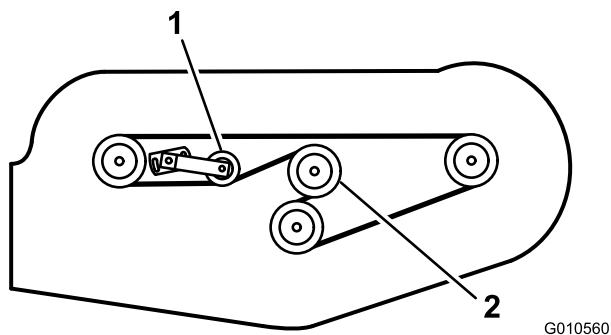

図 31
6. 新しいベルトをギアボックスの周囲からスピンドルプーリー、固定アイドラプーリー、可動調整可能プーリーへと回し掛ける図 31。